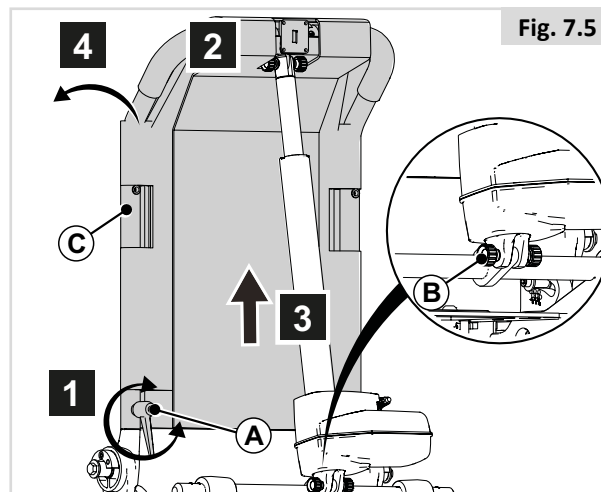

Fig. 7.5
7.4 Plegado del respaldo reclinable (Fig. 7.5)